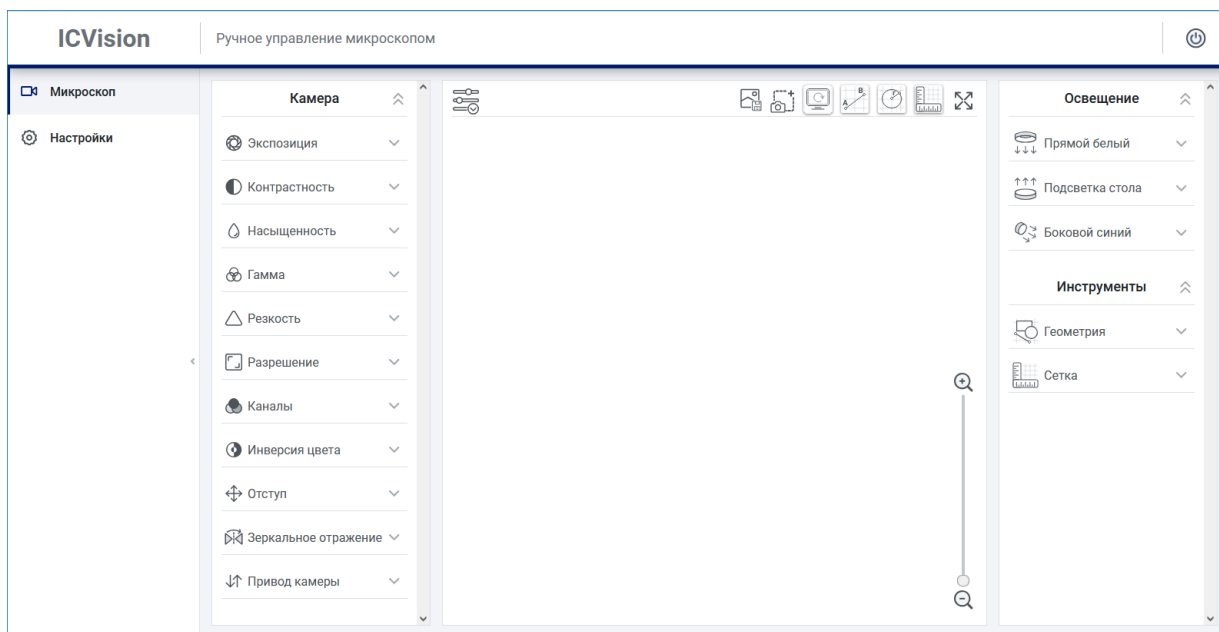

Рисунок 9 – Стартовая страница web приложения ПО ICVision
2.2.4.15 Дождитесь загрузки ПО стартовой страницы приложения ICVision (см. Рисунок 9).